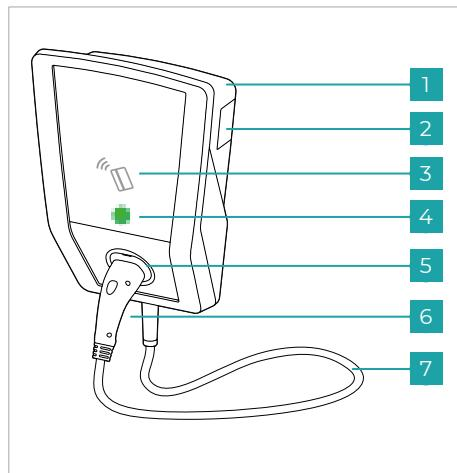

Fig. 11
- Poner la tarjeta RFID delante del sensor del sistema de carga para habilitar el proceso de carga (**fig. 11 - n.º 3**).